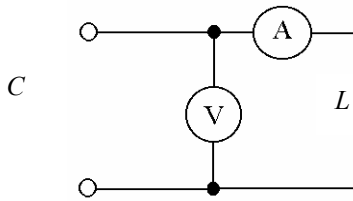

Рис. 1.15
1.2.5. К электрической цепи приложено напряжение, действующее значение которого  $U = 0,2$  В, действующее значение тока  $I = 0,1$  мА, частота  $f = 10^4$  Гц. Найти величину емкости  $C$  и написать выражения для мгновенных значений тока и напряжения. Начертить векторную диаграмму для данной цепи (рис. 1.15).